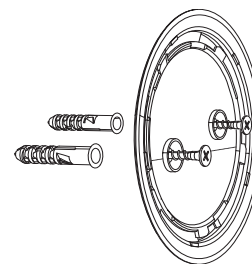

Fig. 5
5. Monteer de deksel op een wand (Fig. 5).